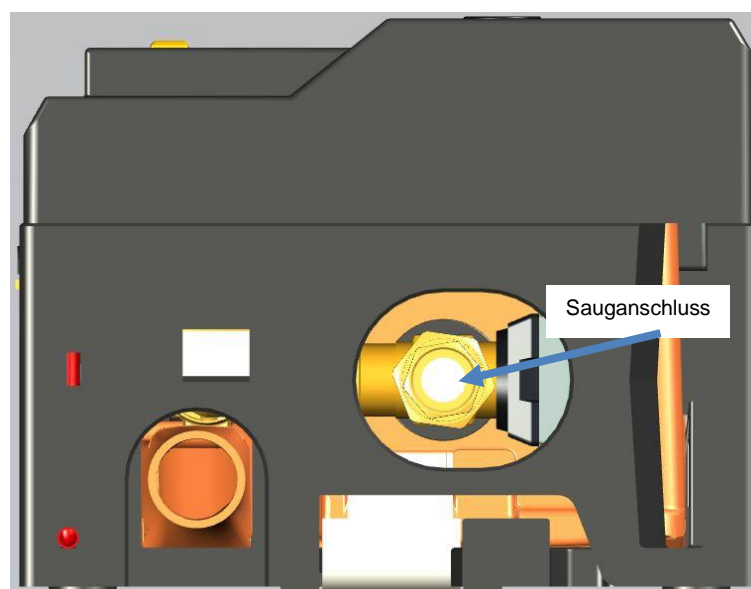
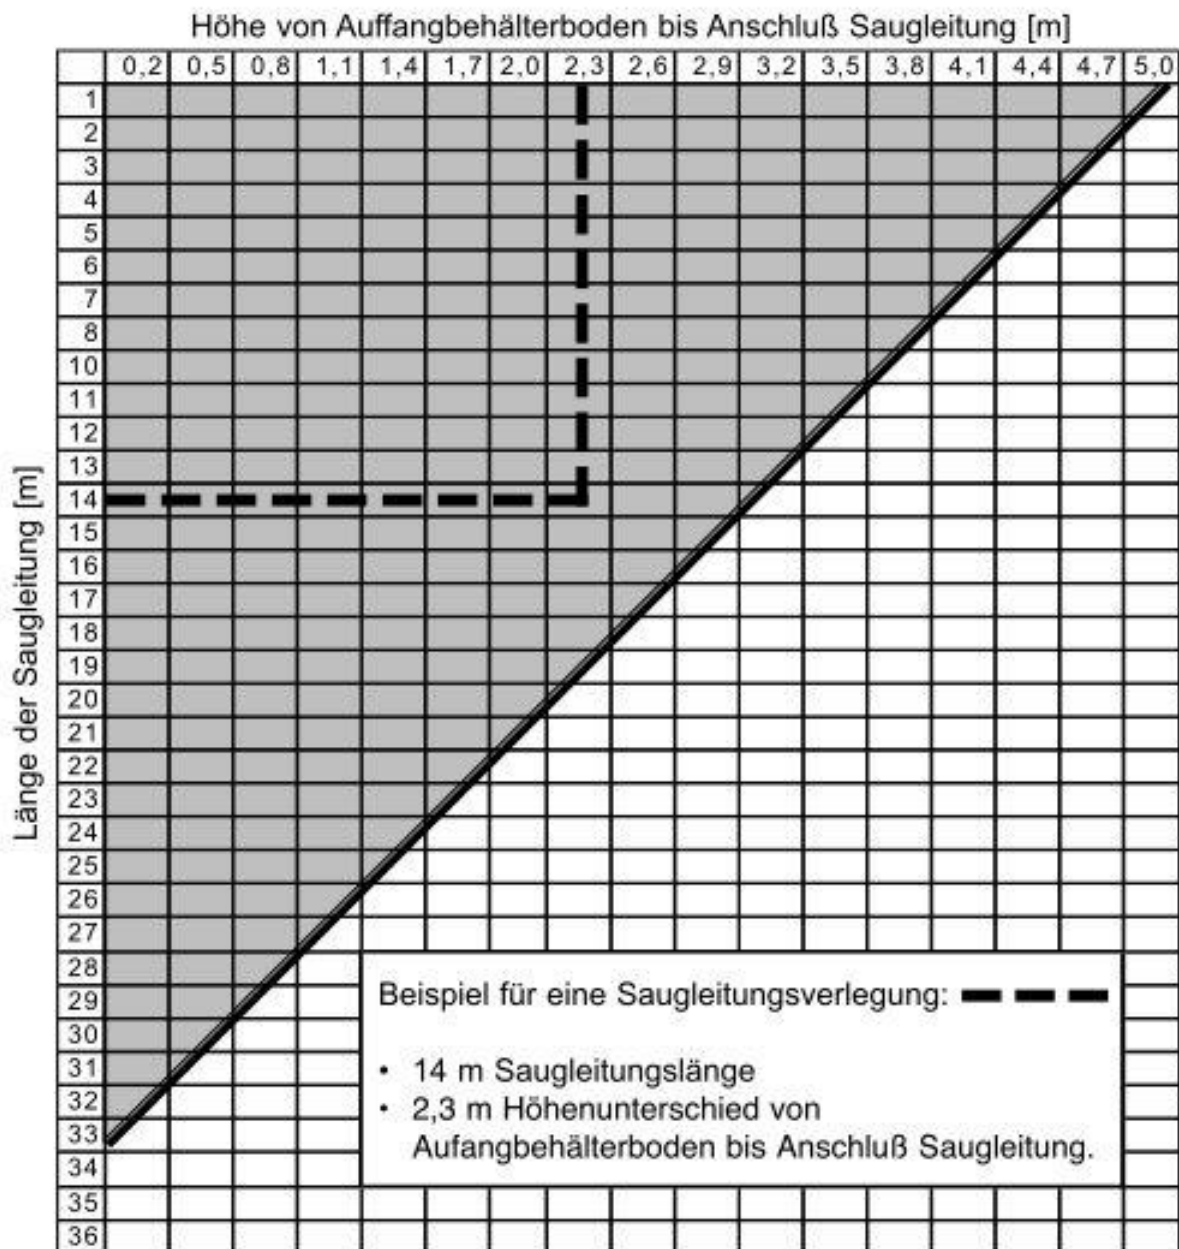

Abbildung 9: Anschluss der Saugleitung
Abbildung 10: Verlegehinweis Saugleitung
- Mögliche Längen- und Höhenunterschiede, siehe Abbildung 10.
- Gummi-Saugschlauch dicht und fest mit dem Gegenstück (IG) der 3-teiligen-Verschraubung des *Regenmanager*® verbinden.
- Gummi-Saugschlauch dicht und spannungsfrei mit der 3-teiligen-Verschraubung des *Regenmanager*® verbinden, siehe Abbildung 9